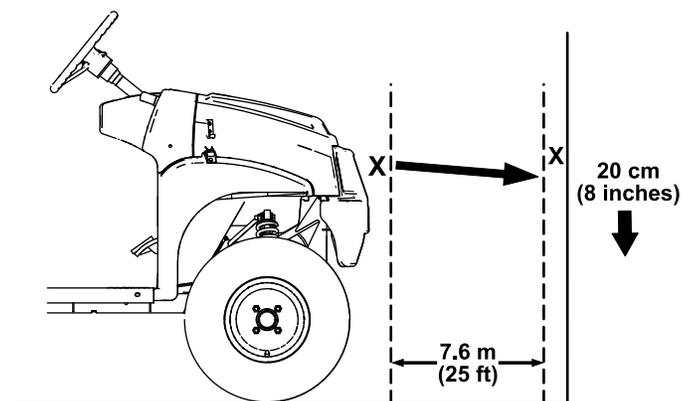

Рисунок 49
1. Припаркуйте машину на ровной горизонтальной поверхности; фары должны находиться приблизительно на расстоянии 7,6 м от стены (Рисунок 49).
Самая яркая часть луча фары должна быть на 20 см ниже отметки, нанесенной на стене (Рисунок 49).